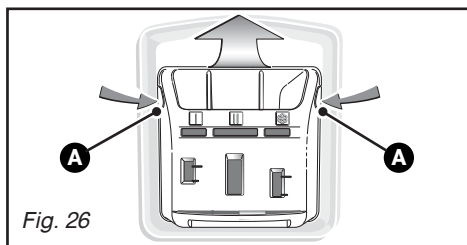

Fig. 26
- appuyez simultanément, sur les bossages **A** se trouvant de part et d'autre de la boîte, celle-ci s'extrait de son logement (Fig. 26).